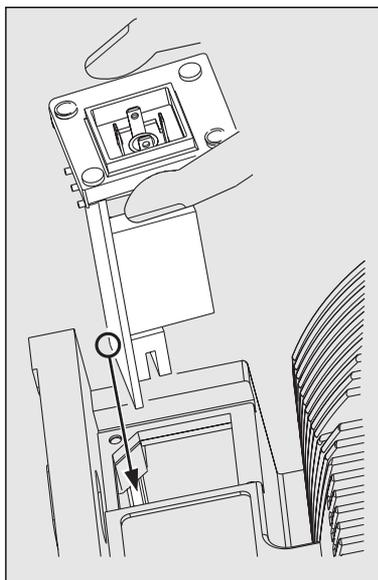

Abb. 17
- ▶ Die Relaisplatine mit der rechten Hand am linken und rechten Rand des Relaisdeckels fassen und das vordere Ende leicht nach links kippen (siehe Abb. 17).